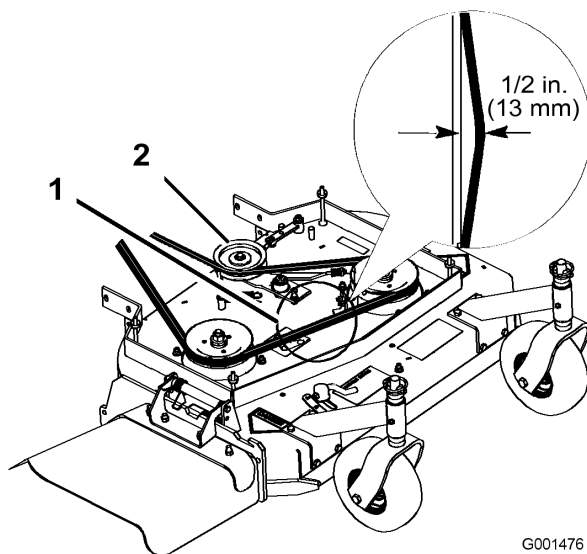

Figure 32
4. Retirez la poulie de tension et la courroie usagée (Figure 32).
Remarque: La tension correcte de la courroie du plateau de coupe est de 44-67 N (10-15 lb-pi) avec une flèche de 13 mm (1/2") à mi-chemin entre les poulies (Figure 32).